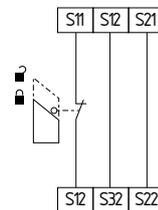

Fig. 15
**Circuito di sorveglianza porta di protezione a un canale con dispositivi di blocco secondo EN 1088 (vedere Fig. 15)**